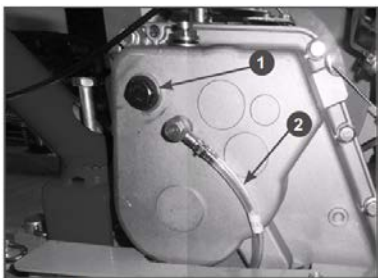

Рис. 13 Заправка масла в коробку передач
2. Открутите пробку 1 маслосливного отверстия. Пробка находится справа в верхней части корпуса коробки передач (Рис. 13).
4. Уровень масла в коробке передач контролируется с помощью специальной трубки 2 (Рис. 13). На трубке нанесены две метки «MAX» и «MIN». Уровень масла в коробке передач должен быть по верхнюю метку «MAX» на трубке. При необходимости долейте масло до требуемого уровня.